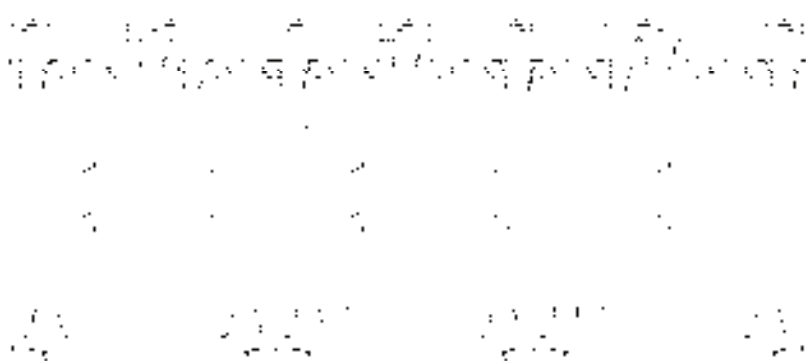

图 14-121 坡度标注
13) 添加坡度标注。调用“箭头引注”命令,在弹出的“箭头引注”对话框中设置参数;分别指定箭头的起点和直段的下一点,完成箭头引注的添加,结果如图 14-121 所示。